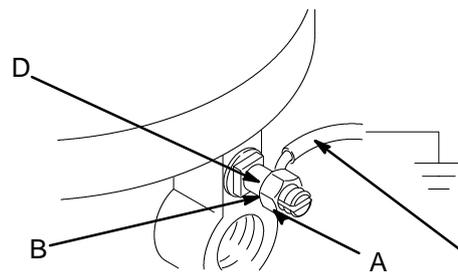

Fig. 1
1. Pompe : utiliser l'étrier et le fil de terre schématisés sur la figure 1.
2. Flexibles d'air : n'utiliser que des flexibles d'air comportant un fil de terre. Le flexible d'air (12) fourni qui relie l'alimentation d'air principale au flexible d'entrée d'air du système est muni d'un fil de terre. Le raccorder à une prise de terre véritable.
Pour relier la pompe à la terre, desserrer l'écrou de blocage (A) et la rondelle (B) de la patte de mise à la terre. Introduire l'une des extrémités d'un fil de terre (C) d'une section minimale de 1,5 mm² dans la fente de la patte (D) et bien resserrer l'écrou de blocage. Voir la figure 1. Raccorder l'autre extrémité du fil de terre à une prise de terre véritable. Se reporter en page 6 sous la rubrique **ACCESSOIRES** pour toute commande d'un fil et d'un étrier de mise à la terre.